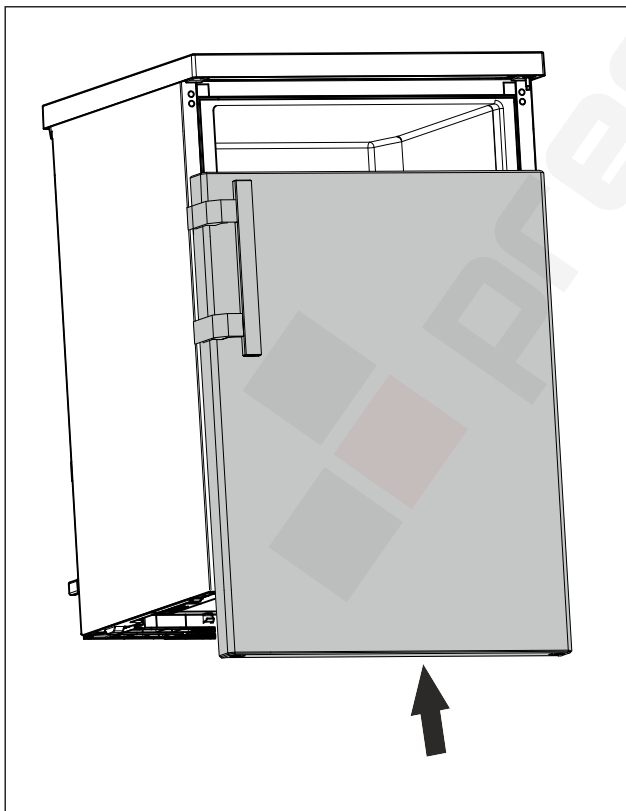

Fig. 20
- ▶ Tolja rá az ajtót zárt állapotban a felső csapra. (lásd Fig. 20)